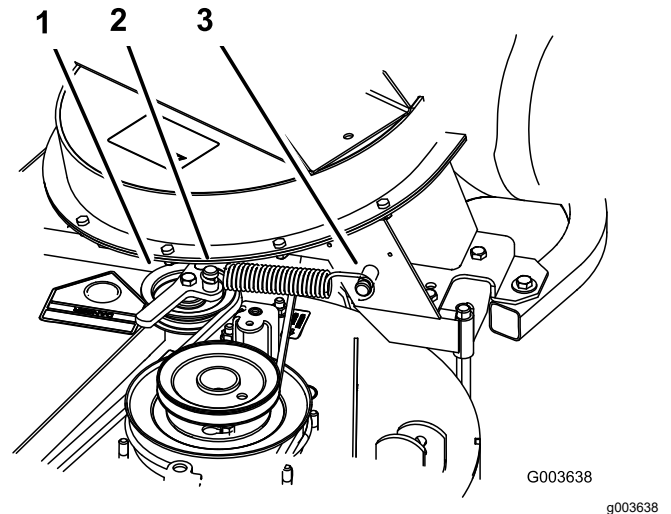

Figura 40
6. Installez le ressort comme montré à la Figura 40.